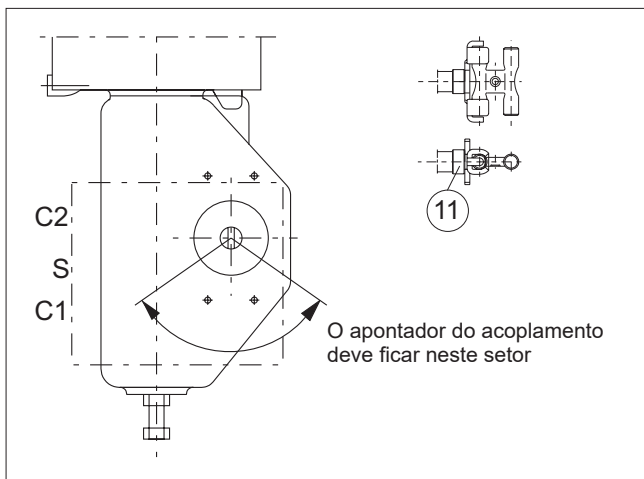

Fig. 7 Montagem no atuador Neles com face de montagem VDI/VDE.
Alternativas de eixo de acoplamento para o controlador para atuadores Neles são mostradas em Fig. 7.
- Monte o acoplamento em forma de H (47) ao eixo. Aplique o composto de travamento por rosca para o parafuso (48) e aperte firmemente.
- **Atuadores BJ e outros atuadores de ação simples:** monte um plugue metálico (53) com vedador na conexão C1.
- Defina a seta de direção do atuador na direção do membro de fechamento da válvula e prenda a orelha (2) à tampa indicadora na posição mostrada na Seção 11.3. Prenda o parafuso à orelha usando por exemplo Loctite e aperte firmemente.
- Fixe o suporte (1) ao ValvGuard.
- Fixe o suporte (1) ao atuador. O acoplamento do eixo do ValvGuard deve ajustar à orelha (2) para que o apontador fique localizado na posição mostrada na Fig. 7.